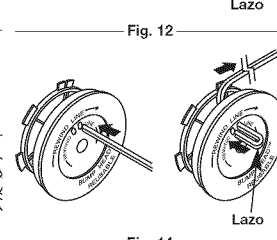

Fig. 14
- Tome aproximadamente 2,7 m (9 pies) de nueva línea de corte. Inserte un extremo de la línea a través de uno de los orificios del carrete interior (Fig. 14). Pase la línea a través del carrete interior hasta que queden sólo 4 pulgadas fuera.
- Inserte el extremo de la línea en el orificio abierto del carrete interior y tire de la línea en forma ajustada a fin de que el lazo sea lo más pequeño posible (Fig. 14).